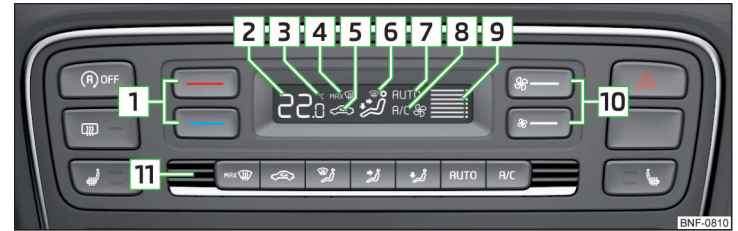

Fig. 90 Elementele de operare a Climatronic
Funcțiile individuale se pot seta, respectiv activa prin apăsarea tastei corespunzătoare » fig. 90. Când funcția este activată, pe ecran apare simbolul corespunzător.
Nu acoperiți senzorul pentru temperatura din interior **11** » fig. 90 - poate fi afectată funcționarea sistemului Climatronic.
- ▶ Pentru **activare** apăsați tasta **AUTO**. Pe afișaj apare **AUTO** (Poz. **7** » fig. 90 la pagina 68).